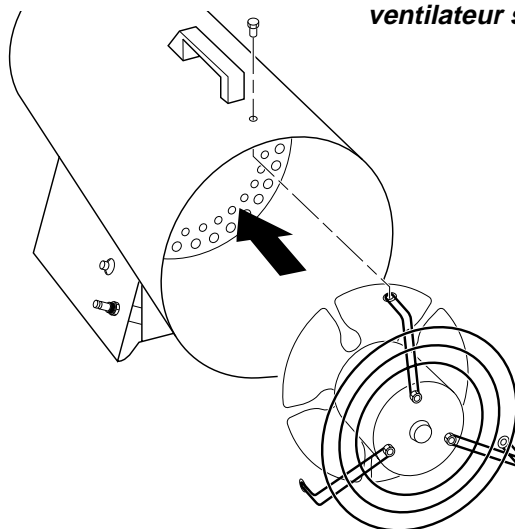

Figure 10 - Remise en place du moteur et de la grille du ventilateur
9. Remettre le moteur et la grille de ventilateur en place dans l'arrière de l'appareil (voir la figure 10).